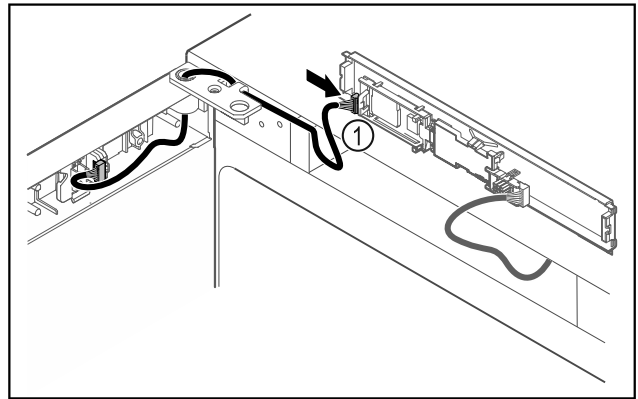

Fig. 49
- ▶ Dugja be a dugót Fig. 49 (1) a NYÁK-on.